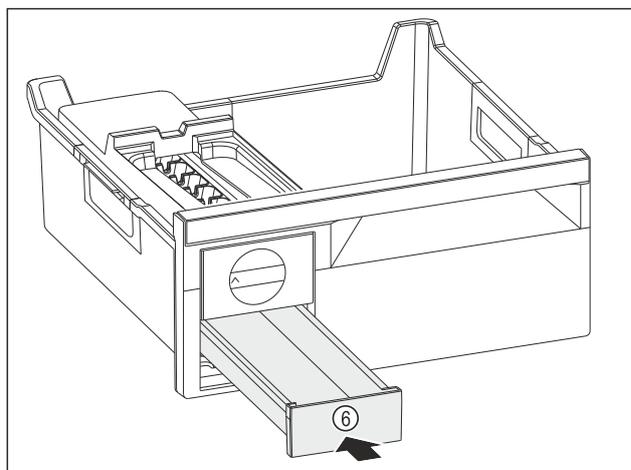

Fig. 148
- ▶ Встановіть форму для льоду Fig. 148 (6).